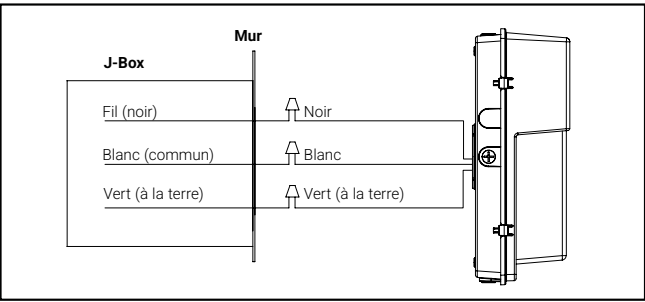

Figure 5
- Épissez les fils d'alimentation du circuit de dérivation aux fils d'alimentation du luminaire comme suit : noir avec noir (chargé), blanc avec blanc (neutre) et vert avec vert (mise à la terre). (Figure 5)